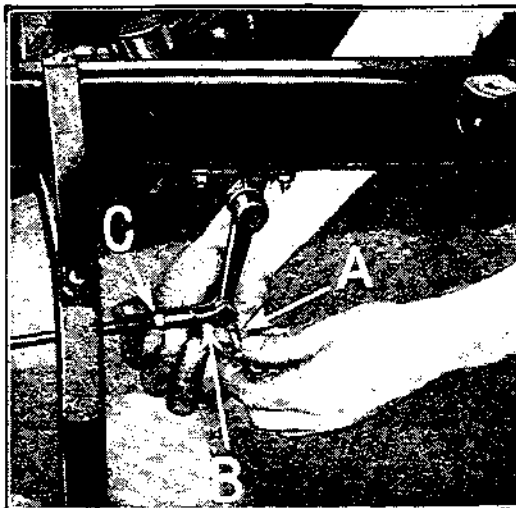

Fig. 73
- b) Aligner les trous de l'arbre et de la chape et passer l'axe. (Voir A, fig. 73).